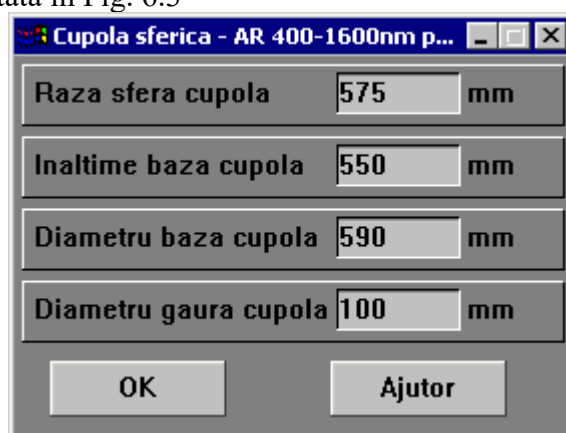

Fig. 6.3
*Geometria cupola sferica* - suportul pentru componente optice este o calota sferica. Fereastra pentru editare este reprezentata in Fig. 6.3